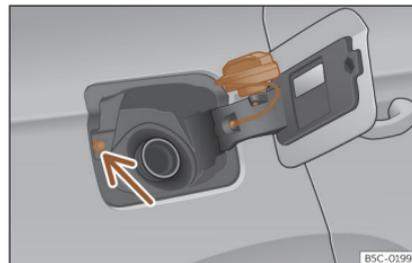

Fig. 202 Sportellino del serbatoio con all'interno il tappo.
Non toccare il pulsante di blocco del tappo del carburante » » **fig. 202** (freccia). Il sistema rileverà che è terminato e non sarà possibile continuare il rifornimento. Per proseguire, premere nuovamente il tasto  sulla portiera del conducente.
- Collocarlo nello spazio della cerniera dello sportellino aperto » » **fig. 202**.